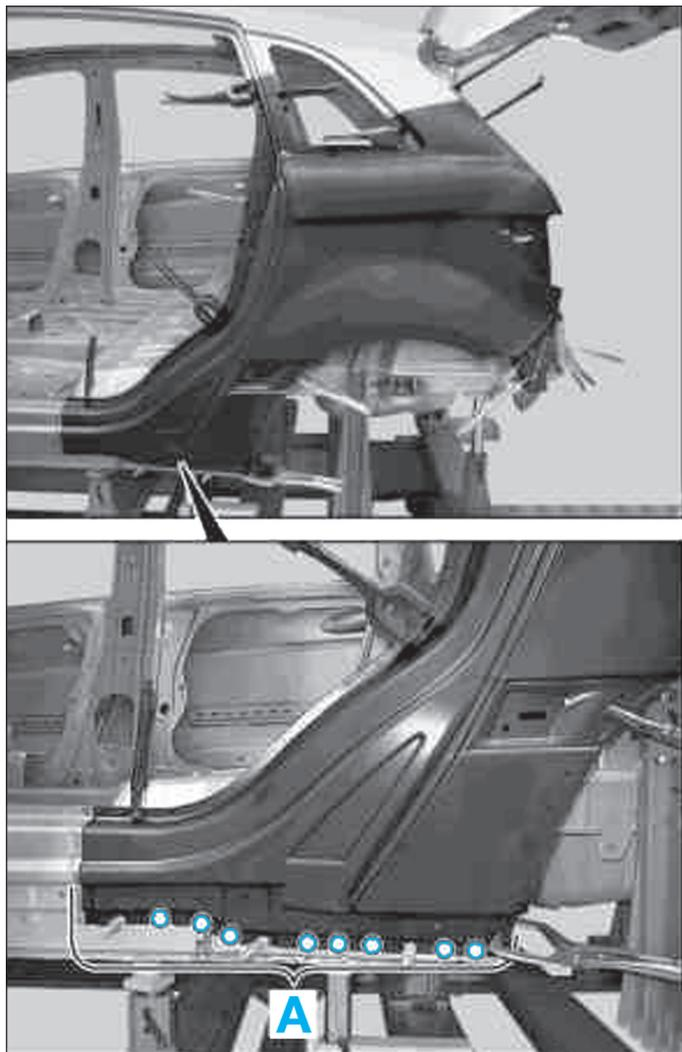

FIG. 102
- Découper l'aile arrière suivant les lignes (A) et (B) précédemment tracé.
- Percer dans l'aile arrière un trou (Ø 6,5 mm) dans la zone (A) (Fig.102).